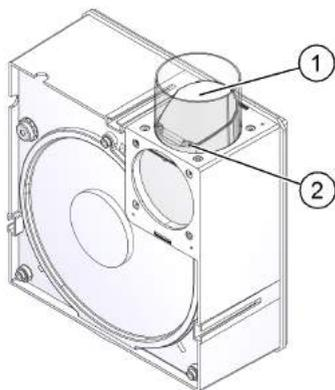
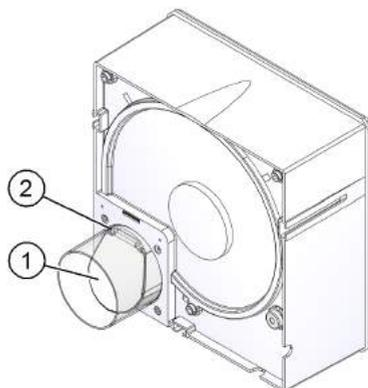

Рис. 28: обратный клапан – вытяжка сбоку вверх
Рис. 35: обратный клапан – вытяжка назад, справа внизу
- Перед монтажом корпусов типов U, U-H, UB и UB-H проверьте положение обратного клапана (поз. 1 на рис. 28 на стр. 28 до рис. 35). Во всех монтажных положениях должны быть соблюдены следующие условия:
- Подвеска (поз. 2 на рис. 28 на стр. 28 по рис. 35) обратного клапана должна быть всегда выровнена по горизонтали.
- Обратный клапан всегда устанавливается таким образом, чтобы он автоматически закрывался под действием силы тяжести (см. примеры на рис. 28 на стр. 28 - рис. 35).